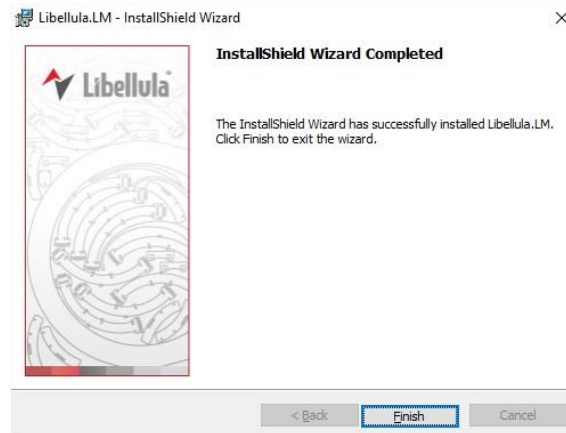

Fig. 31 Bestandspictogram van het SwiftCAM-installatiebestand
1. Dubbelklik op het SwiftCAM-installatiebestand (Fig. 31) om de installatiebestanden uit te pakken.